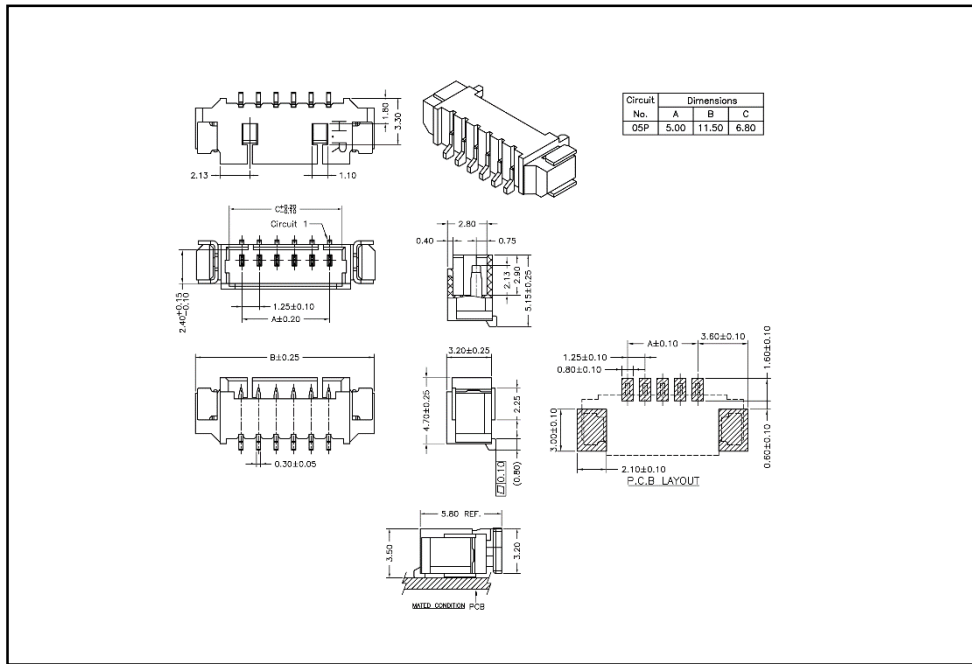

图 6: ACM1552U-Y USB 连接器 (公头) 规格
| 图 6: ACM1552U-Y 连接器 (公头) 规格..... | 11 |
1. 图 6 中的连接器与 PCB 板相连。